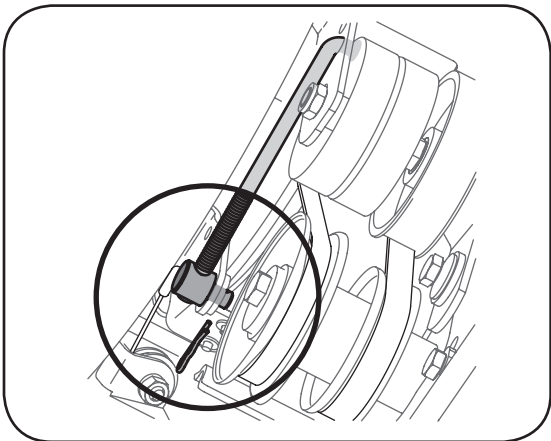

Figure 26
4. Retirez la goupille fendue et la rondelle plate de la virole pour dégager la tige de tension de la tarière du support du train, comme à la Figure 26.